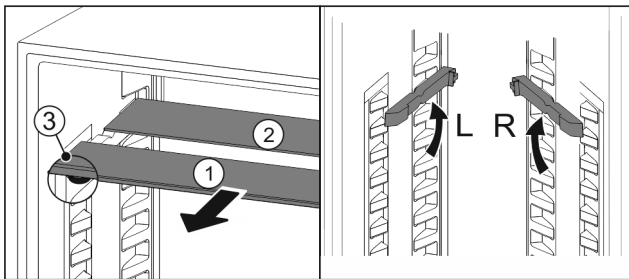

Fig. 160
- Glasplatten einzeln nach vorne herausziehen Fig. 160 (1).
- Glasplatte Fig. 160 (1) mit Zierleiste liegt vorne.
- Stopps Fig. 160 (3) zeigen nach unten.